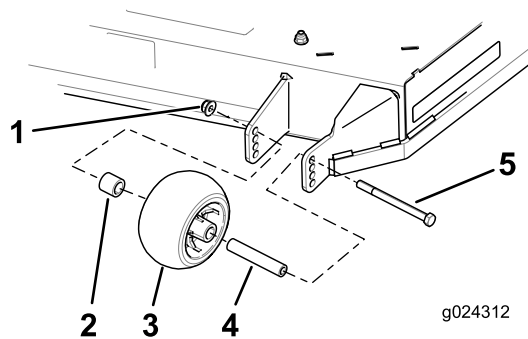

Figura 24
3. Retire la tuerca con arandela prensada, el rodillo protector de césped y el perno de la abrazadera (Figura 24).
- Alinee el perno y el rodillo protector del césped con el taladro del soporte que corresponda a la posición de altura de corte más próxima (Figura 24).
- Introduzca el perno en el taladro del soporte y sujete el perno y el rodillo protector del césped con la tuerca con arandela prensada (Figura 24).